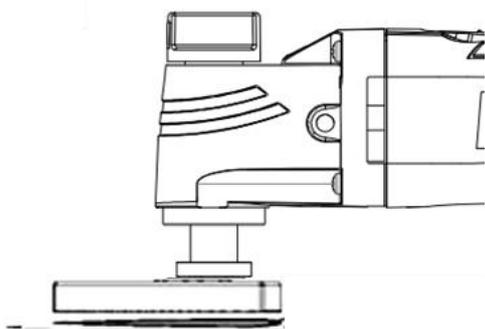

Рис. 3
3. Чтобы снять шлифовальную бумагу, отклейте её с одной стороны и потяните (рис. 3)